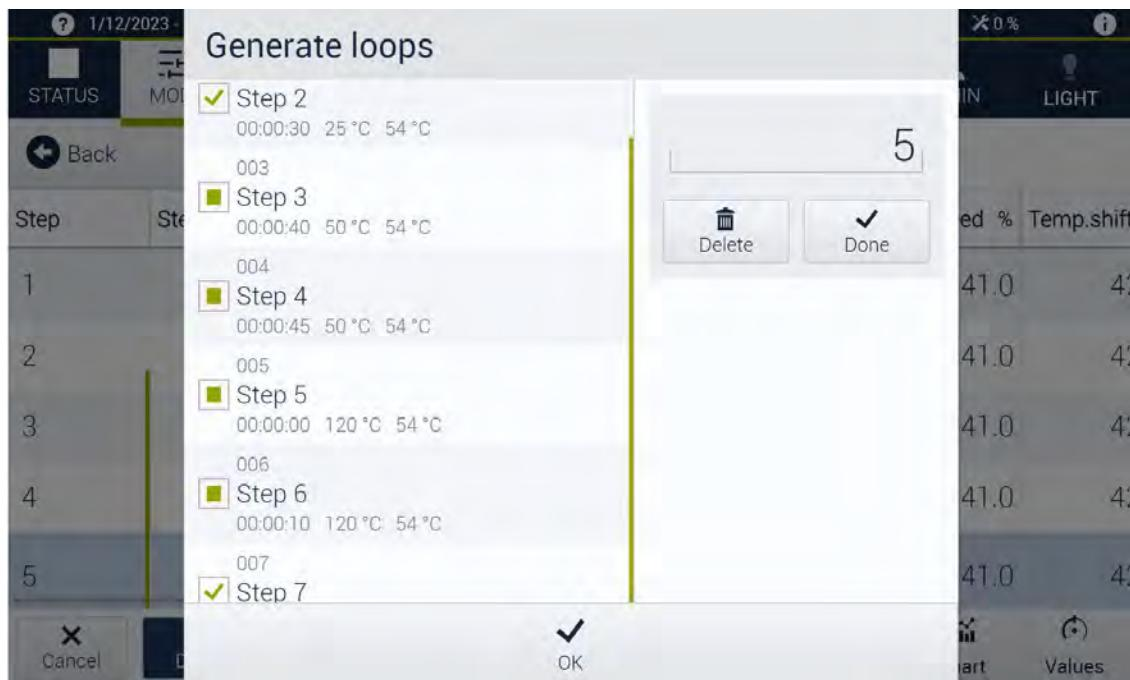

Fig. 6-2 Crear bucles
- ✓ Se abre el cuadro de diálogo **Crear bucles** → *Fig. 6-2 »Crear bucles«* (página 74).